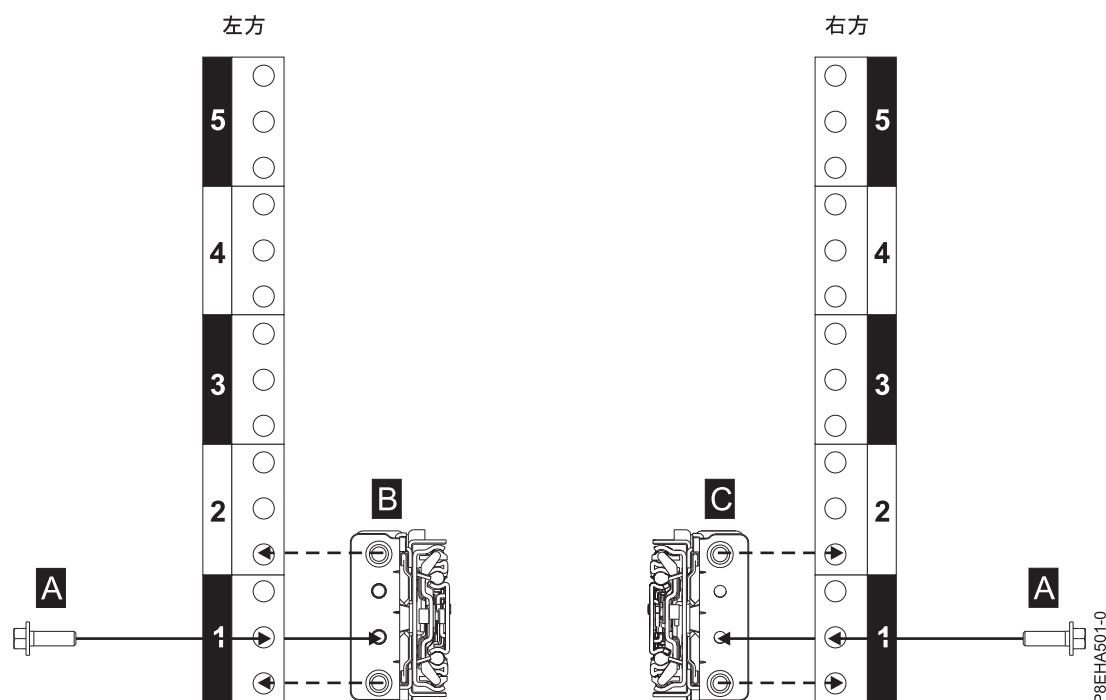

図4. ラックの背面でのスライド・レールの取り付け
12. 図4に示すように、左スライド・レール (B) と右スライド・レール (C) を M5x16mm ねじ (A) で固定します。各ねじを、最下段の EIA ラック単位の中央の穴にある、ねじ山付きスライド・フランジ穴に差し込んで、締めます。